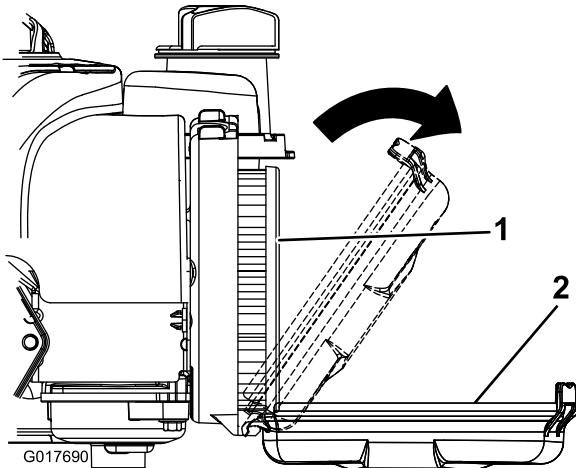

Figura 17
1. Svitate i fermi che fissano il coperchio del filtro dell'aria al motore (Figura 17).